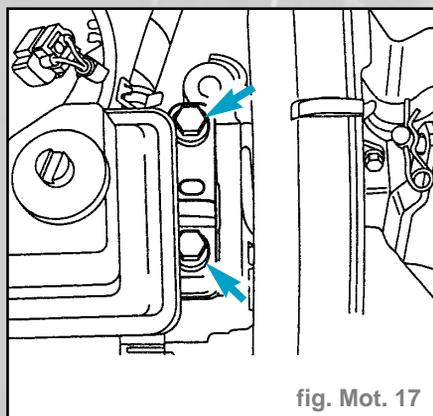

fig. Mot. 17
- Dévisser l'appui du moteur de la console du moteur (flèches) (fig. mot. 17).